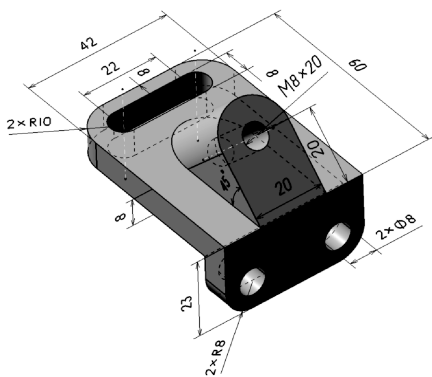

图 4-124 模型 2
- (2) 根据三维标注的轴侧图画出如图 4-124 所示的零件模型。